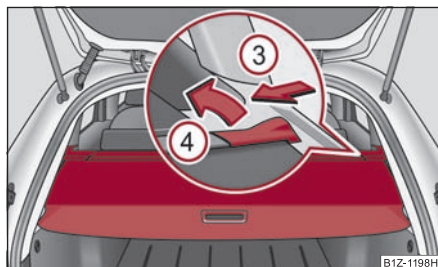

Fig. 100 Maletero: Sacar la cubierta enrollable del maletero
- Para el transporte de equipaje voluminoso se puede desmontar la cubierta enrollable del maletero, presionando para ello el pasador de un lado en dirección de la flecha (3) y retirando la cubierta en dirección de la flecha (4) ⇒ fig. 100.